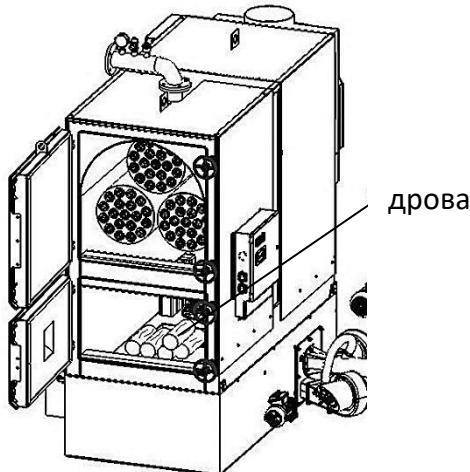
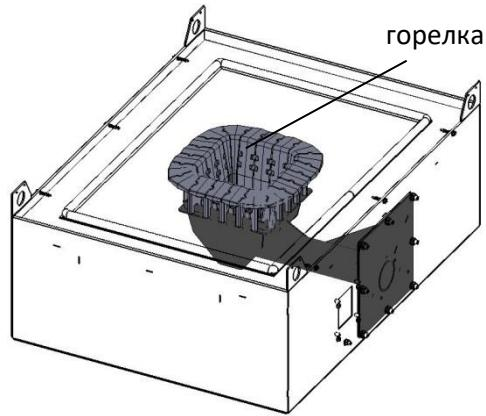

Рис. 29
Рис. 30
**3.2.4** Закрыть горелку крышкой (рис. 30.). И положить дрова в топку котла (см рис. 29)